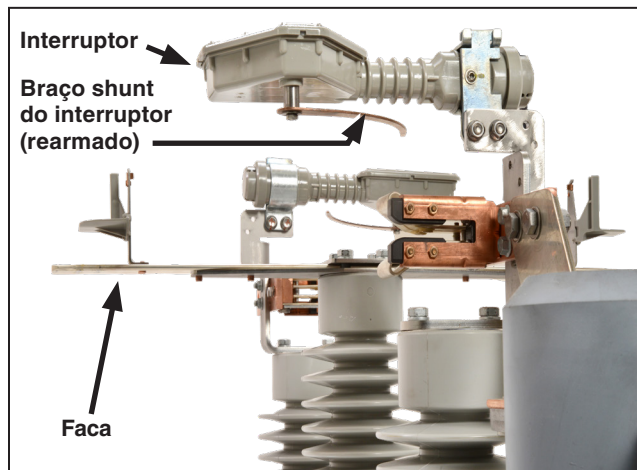

Figura 37. Assegure-se que o interruptor e o braço shunt do interruptor estejam paralelos ao plano de excursão da faca.
(a) Abra e feche a chave, examinando o alinhamento do interruptor e da faca. O interruptor e o braço shunt devem ficar paralelos ao plano de movimento da faca. Ver Figura 37.
- Quando as facas tiverem atingido a excursão plena, os braços shunt dos interruptores devem ser liberados, retornando rapidamente e encaixando em suas respectivas posições de **Fechamento**, ficando rearmados para a próxima operação. Ver Figura 37.